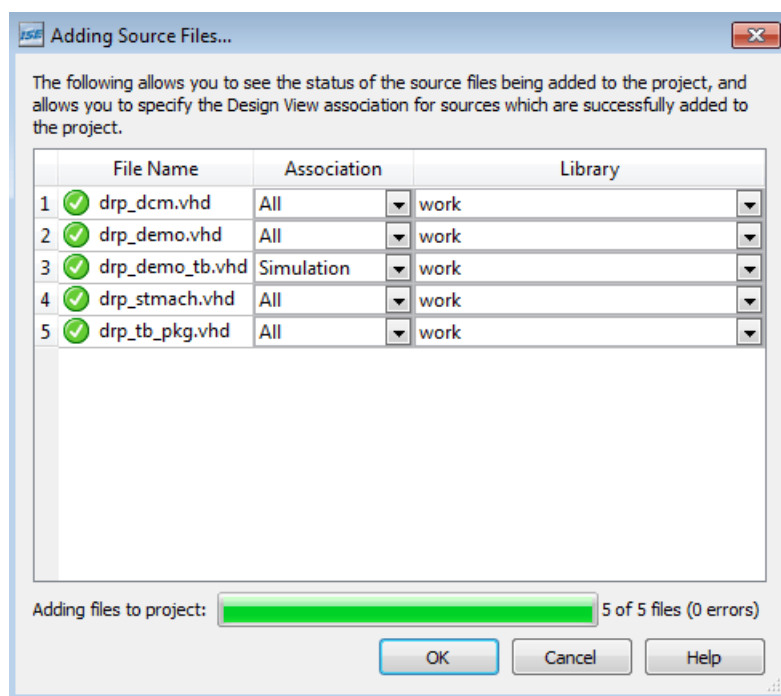

図 2-5：ソース ファイルと関連付けのステータス
2. 次のウィンドウで、これらのチュートリアル ソースに対して関連付けとライブラリが正しく設定されていることを確認します。図 2-5 の設定と比較してください。